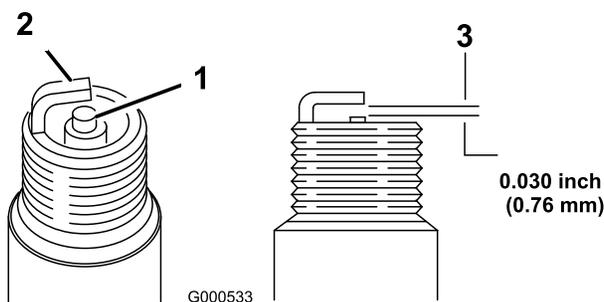

Figura 18
5. Impostate la luce sul tappo a 0,76 mm (Figura 18).